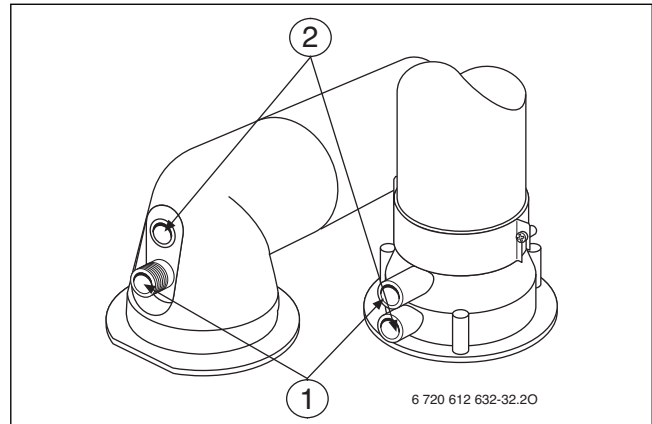

Fig. 34 Punto (manicotto) di misurazione
- ▶ Rimuovere i tappi dal manicotto di misurazione gas combusti (→ fig. 34, [1]).
- ▶ Rimuovere i tappi dal manicotto di misurazione prodotti della combustione (pdc) (→ fig. 34, [1]).